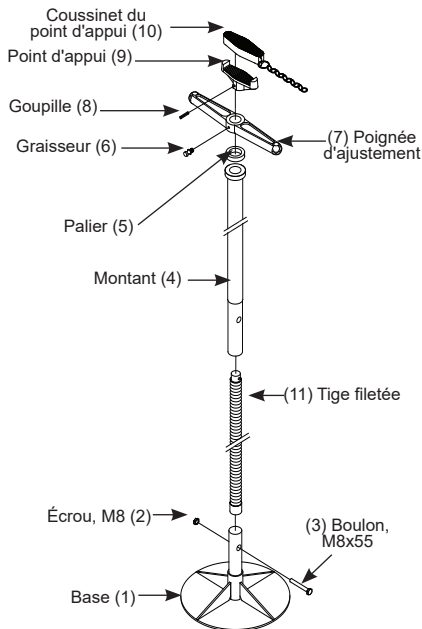

Figure 1 : Pièces du modèle 31500
1. Assurez-vous d'avoir toutes les pièces en votre possession (voir les figures 1 et 2). Si une pièce est endommagée ou manquante, n'assemblez pas, n'installez pas et n'utilisez pas le produit. Communiquez avec le service à la clientèle.
2. Commencez l'assemblage en insérant la plus petite extrémité de la tige filetée (11) dans la partie inférieure du montant (4) de façon à ce que cette extrémité de la tige ressorte par la partie supérieure du montant.
3. Placez le palier (5) sur le dessus de la partie filetée de la tige, puis installez la poignée d'ajustement (7) sur la tige filetée en la faisant tourner dans le sens horaire.
4. Le point d'appui (9) peut maintenant être fixé en insérant la goupille (8) à travers le point d'appui et la tige filetée (11).
5. a. **Pour le modèle 31500 (voir figure 1) :**
Liste des pièces (voir les figures 1 et 2 pour les numéros des pièces)